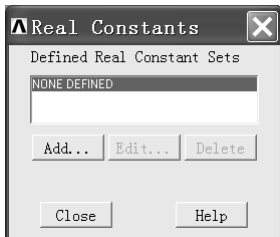
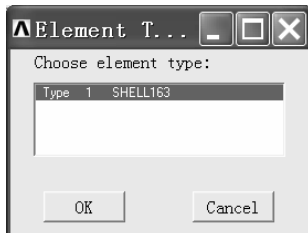
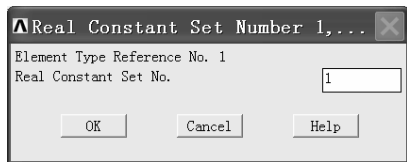
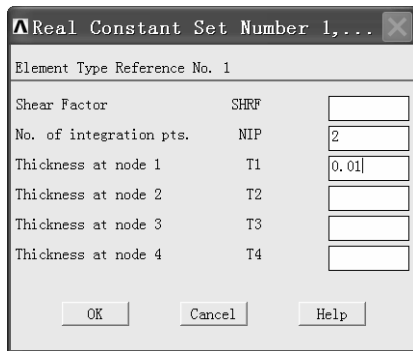

图 3-51 “Real Constants” 窗口
图 3-52 “Element T...” 窗口
图 3-53 “Real Constant Set Number 1, ...” 窗口
图 3-54 另一种形式的“Real Constant Set Number 1, ...” 窗口
(5) 在“Library of Element Types”窗口的左边方框中选中“LS-DYNA Explicit”, 在右边方框中选中“Thin Shell 163”, 再单击“OK”按钮返回到“Element Types”窗口。在“Element Types”窗口中单击“Close”按钮。
(6) 依次选择 Main Menu>preprocessor>Real Constants, 弹出“Real Constants”窗口(见图 3-51)。单击“Add...”按钮, 弹出“Element T...”窗口(图 3-52)。单击“Element T...”窗口中的“OK”按钮, 弹出“Real Constant Set Number 1, ...”窗口(见图 3-53), 单击“OK”按钮, 弹出另一种形式的“Real Constant Set Number 1, ...”窗口(见图 3-54)。